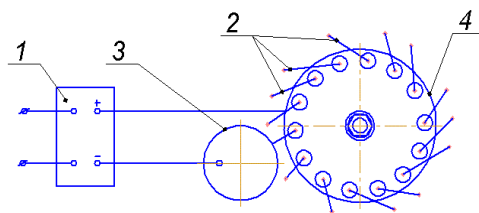

Рис.1. Схема електроіскрового легування
В електроіскровій машині, яка зображена на рис.1, обертаються деталь (3) та барабан(4), до якого шарнірно прикріплені легувальні електроди (2) які переносять частинки металу на деталь(3).